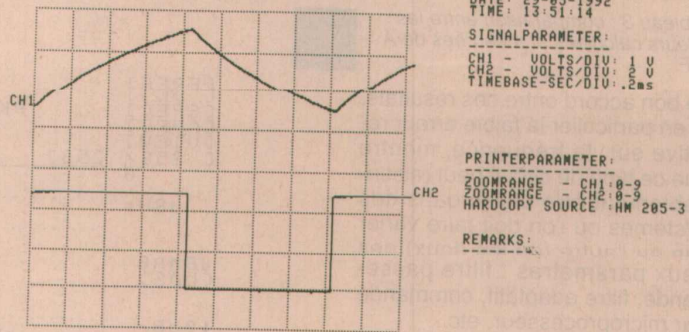

Figure 25 : Formes d'onde du convertisseur V-T. $V_1 = +8$ V.
Les formes d'ondes correspondantes sont indiquées sur les figures 25 et 26 obtenues pour deux valeurs différentes de V_1 . On remarquera que l'amplitude de la dent de scie dépend directement de la valeur des seuils du comparateur, seuils qui peuvent varier légèrement d'un circuit à un autre, ainsi qu'en fonction de la température. Dans un tel montage la période (T) du signal est directement proportionnelle au produit RC ce qui permet d'écrire : $T = \lambda RC_1$.